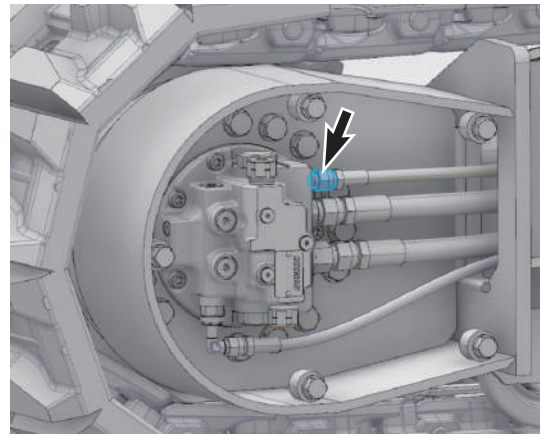

Figura 111
2. Desconecte el conducto (Figura 111) y rellene aceite hidráulico en el depósito del motor.